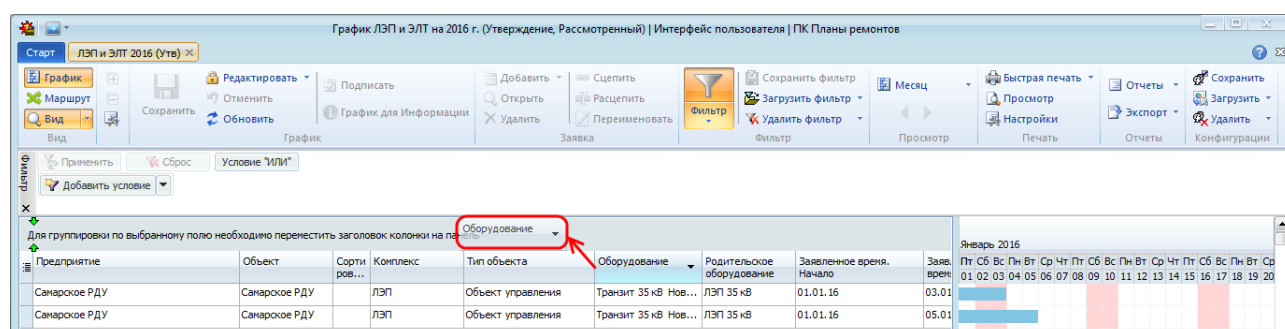

Рисунок 10.5 – Группировка данных таблицы
- 2) не отпуская кнопки мыши, переместить заголовок столбца в область, содержащую текст: «Для группировки по выбранному полю необходимо переместить заголовок колонки на панель» (Рисунок 10.5).